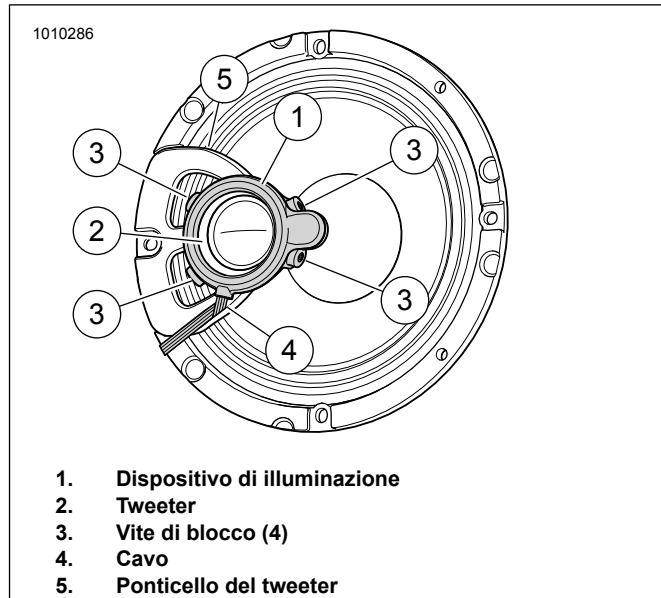

Figura 2. Altoparlante, ponticello del tweeter, luce LED e altoparlante FLH
Vedere la figura 2. Collocare il dispositivo di illuminazione (1) sul tweeter (2) come mostrato. Premere leggermente il dispositivo di illuminazione per posizionarlo.